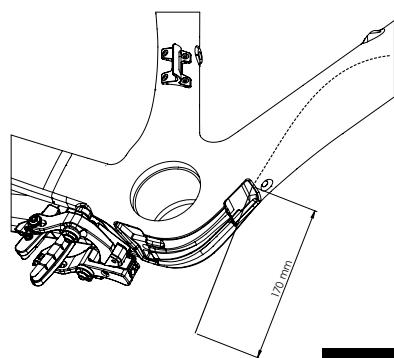

Fig. 27
- 3 / Posiziona sulla guaina del freno posteriore il tubo in schiuma dopo il segno. Fissa il tubo in schiuma sulla guaina del freno con l'aiuto di un nastro adesivo. Infila nuovamente la guaina a 170 mm dall'estremità (Fig. 27). Mantienila morbida, la guaina non deve essere tesa all'interno del telaio.
2 / Posizionare la guaina del freno a 170 mm dall'estremità (Fig. 27). Mantenerla allentata, la guaina non deve essere tesa all'interno del telaio.